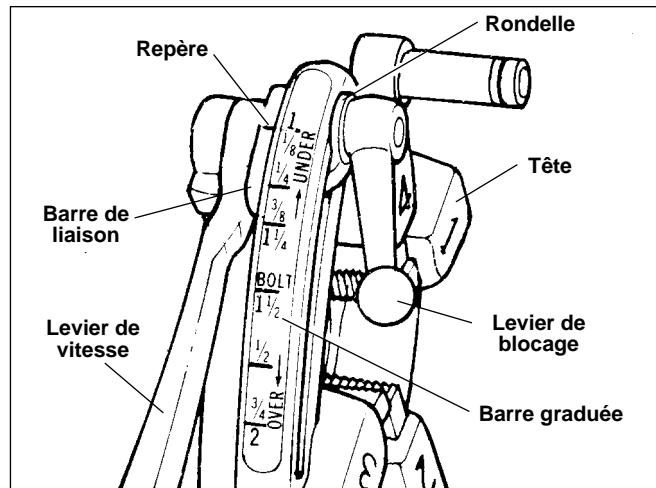

Figure 9 – Tête de filière universelle à ouverture rapide
6. Tête de filière à ouverture rapide N° 811A (*Figure 9*)
La tête de filière universelle N° 811A (*Figure 9*) pour filetages à droite utilise quatre jeux de filières pour couvrir le filetage des tuyaux allant de $\frac{1}{8}$ à 2 po de diamètre. Un jeu de filières est nécessaire pour chacune des sections suivantes : ($\frac{1}{8}$ po), ($\frac{1}{4}$ à $\frac{3}{8}$ po), ($\frac{1}{2}$ à $\frac{3}{4}$ po) et (1 à 2 po). Le filetage des tiges nécessite un jeu de filières spécial pour chaque section de tige. Il n'est pas prévu de filières à boulons pour les têtes de filière universelles à filetage à gauche.